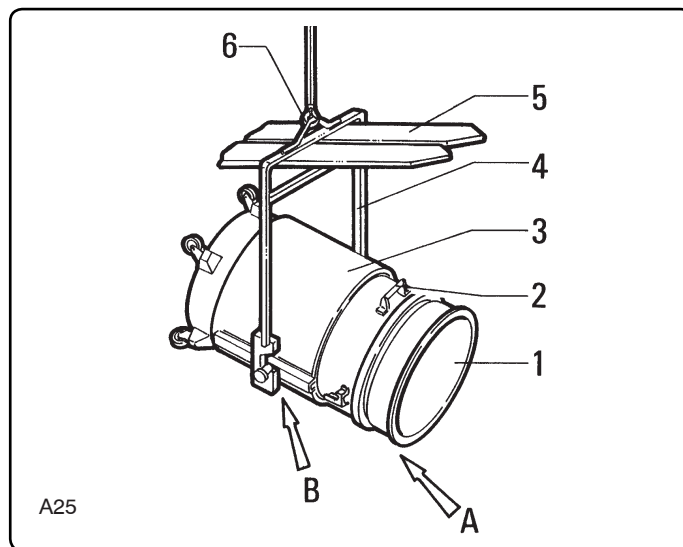

Fig.6.4.6
6.4.6 - Staffe e fascia di sollevamento del contenitore (fig. 6.4.6)
6.4.6 - Container lifting bracket clamp (fig. 6.4.6)
6.4.6 - Soporte y abrazadera de alzamiento del contenedor (fig. 6.4.6)
6.4.6 - Beugelenklemringde container (afb. 6.4.6)